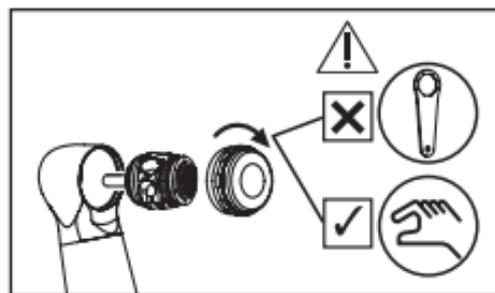

Fig. 33
- ➐ Insérez la nouvelle cartouche dans. Fixez et serrez le capuchon de la tête à la main (Fig. 33).